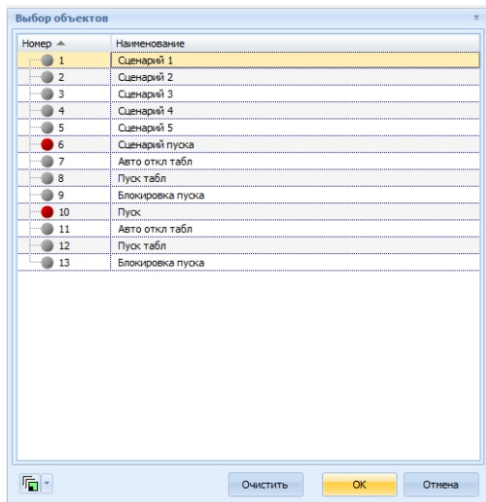

Рисунок 5
7.2.2 В приложении «Администратор» ПО FireSec в режиме «Проект» в списке устройств к используемому модулю сопряжения подключить ПДУ, задав нужный адрес. Затем раскрыть список направлений, правым кликом вызвать выпадающее меню для требуемого направления и выбрать пункт «Свойства» (рисунок 5). В открывшемся окне выбрать необходимый сценарий. После заполнения всех нужных направлений нажать кнопку "OK".